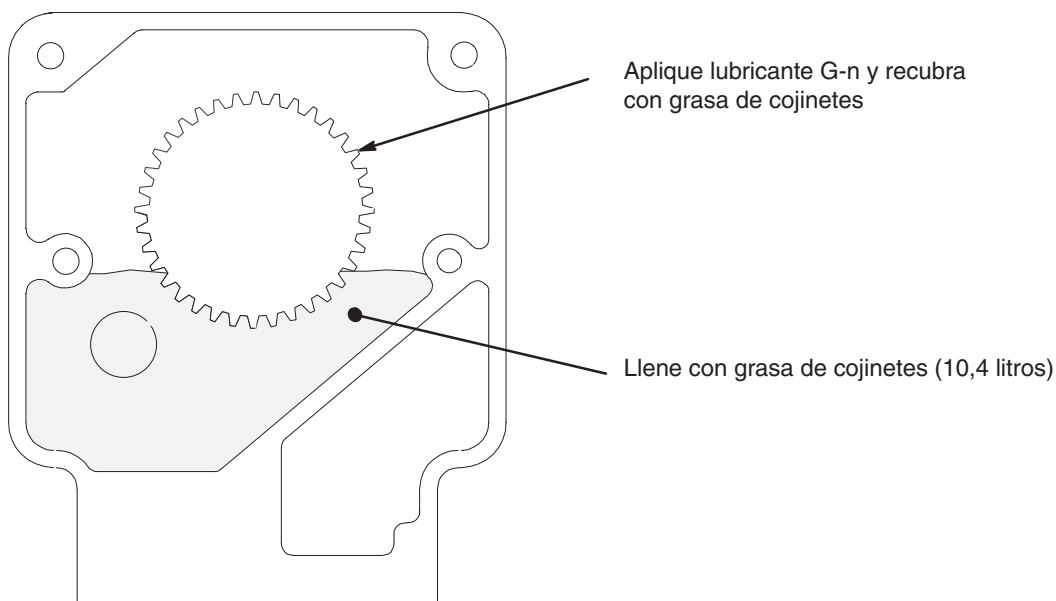

Fig. 6
9. Coloque la arandela grande (5) y después la arandela (3) en el cigüeñal (8).
10. Introduzca el cigüeñal en el cojinete del alojamiento de impulsión (6) y de la biela (10).
11. Si se reemplaza completamente el conjunto del alojamiento de impulsión (6), aplique lubricante G-n (suministrado) en todos los dientes de engranaje. Después recubra los dientes de engranaje con grasa de cojinetes (suministrada). Meta el resto de la grasa de cojinetes en la parte inferior del alojamiento de impulsión. Emplee todo el recipiente de 10,4 litros de grasa de cojinetes suministrada. Vea la Fig. 6.
12. Instale el engranaje (19).
13. Instale la nueva junta (64).